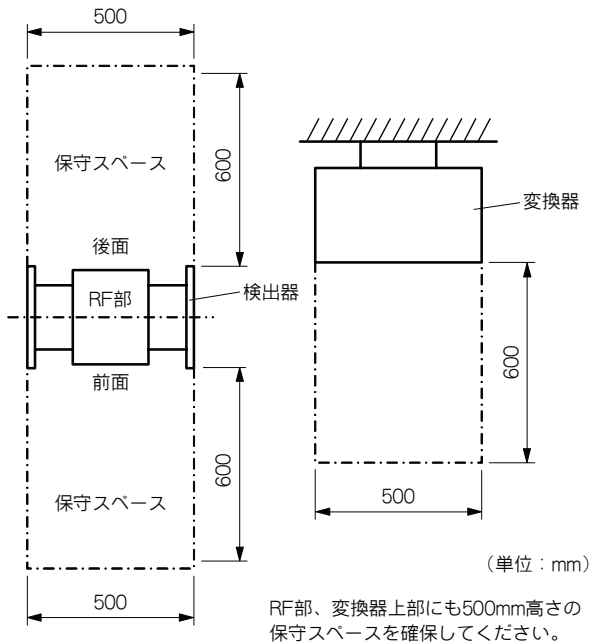

図 5 保守スペース
- (1) 振動が少なく、衝撃がなく、腐食性ガスの雰囲気が少ない場所を選んで、保守作業が容易に行える場所に据付けてください。
- (2) 検出器および変換器の周囲に保守のためのスペースを確保してください(図 5 参照)。
- (3) 直射日光を受ける恐れがある場合は、日除けカバーを設けてください。
- (4) 本濃度計は、可燃性・爆発性ガス漏えいの危険性がある場所には設置できません。
- (5) 本濃度計は、次の場所への据付けは避けてください。
- (6) 本濃度計は、気泡の発生がほとんどなく、配管内において非滴水や沈降・堆積のない場所へ据付けてください。
- (7) 本濃度計は、濃度分布が均一となる場所へ据付けてください。配管内の濃度分布が不均一の場合には、手分析と濃度計の指示値が一致しない場合があります。